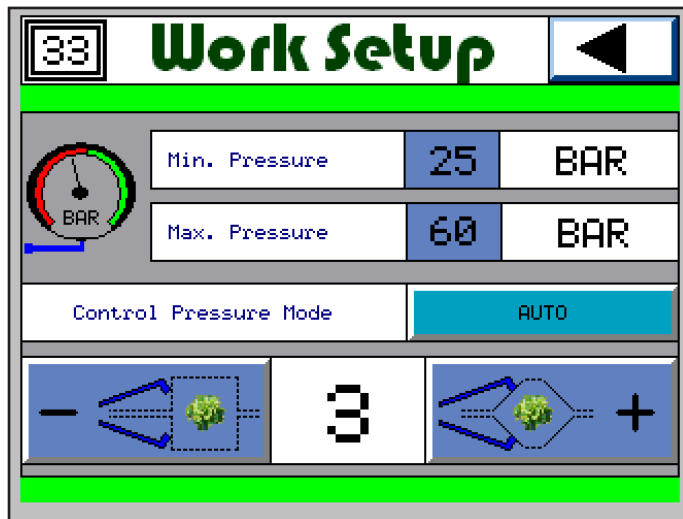

Fig. 2
E) Gestione pressione: con questo tasto è possibile accedere alla pagina di gestione della pressione del circuito idraulico (Fig. 2).
E) Pressure setup: press this button to enter the pressure setup page for the hydraulic circuit (Fig. 2).
E) Gestion de la pression: ce bouton vous permet d'accéder à la page de la gestion de la pression du circuit hydraulique (**Fig. 2**).
E) Gestión de la presión: con esta tecla es posible acceder a la página de gestión de la presión del circuito hidráulico (**Fig. 2**).
Premendo  dalla pagina del menu lavoro “parametri di lavorazione” (Fig. 1) si accede alla pagina di gestione della pressione del circuito idraulico (Fig. 2).